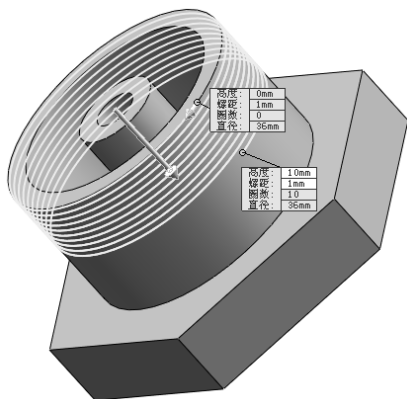

图 12-39 “螺旋线/涡状线”属性管理器
**02** 绘制螺旋线。单击“曲线”工具栏中的“螺旋线/涡状线”按钮, 此时系统弹出图 12-39 所示的“螺旋线/涡状线”属性管理器。设置定义方式为“高度和螺距”，选择“恒定螺距”单选按钮，输入高度为 10.00mm，螺距为 1.00mm，勾选“反向”复选框，输入起始角度为 0.00 度，然后单击属性管理器中的“确定”按钮.